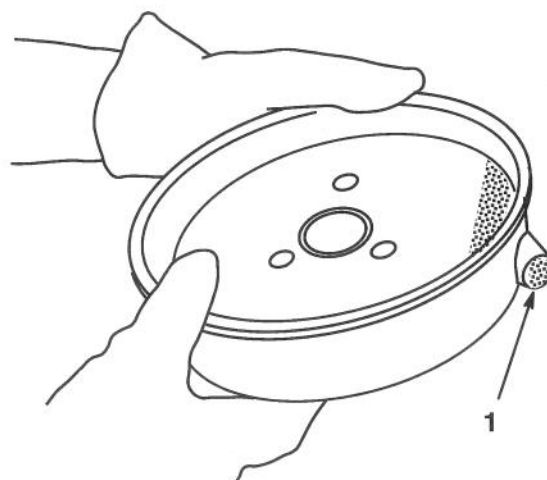

Figure 39
10. Débarrasser le pot d'échappement et son tube des dépôts de carbone à l'aide d'une brosse métallique et d'une cheville en bois (Fig. 39). Essuyer l'échappement à l'aide d'une serviette en papier ou d'un chiffon.